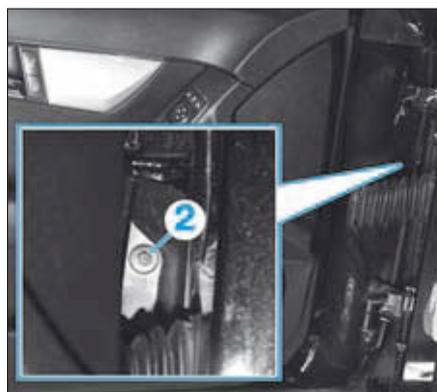

FIG. 80
- Ouvrir la porte avant du côté concerné et déposer la vis (2) (Fig.80).